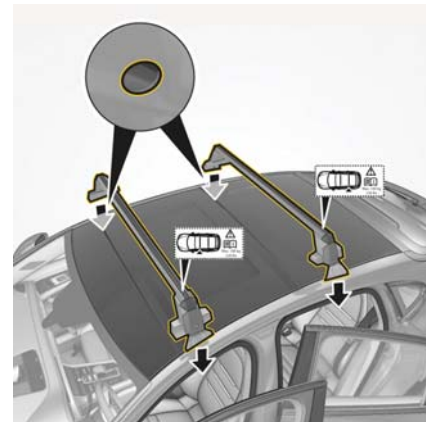

図 187：ルーフにキャリアを配置します。
7. ステッカー（図 187）が車両の左側になるようにキャリアを慎重に取り付けてくださ